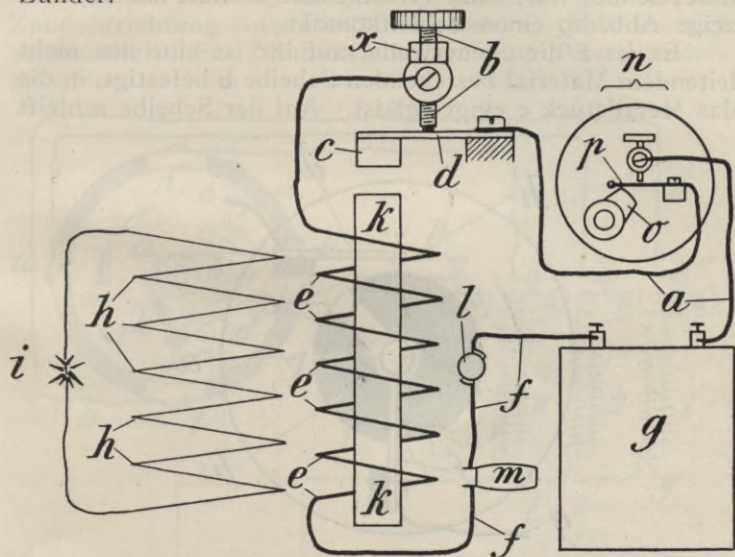
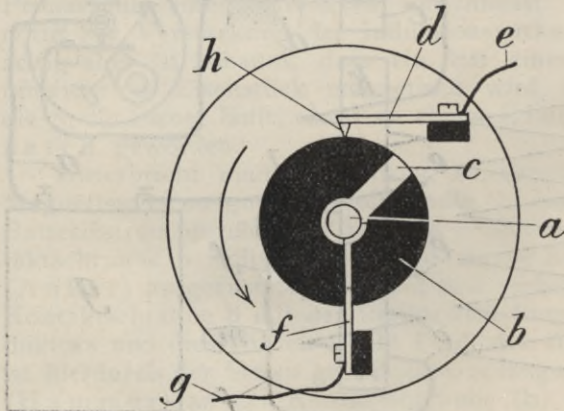
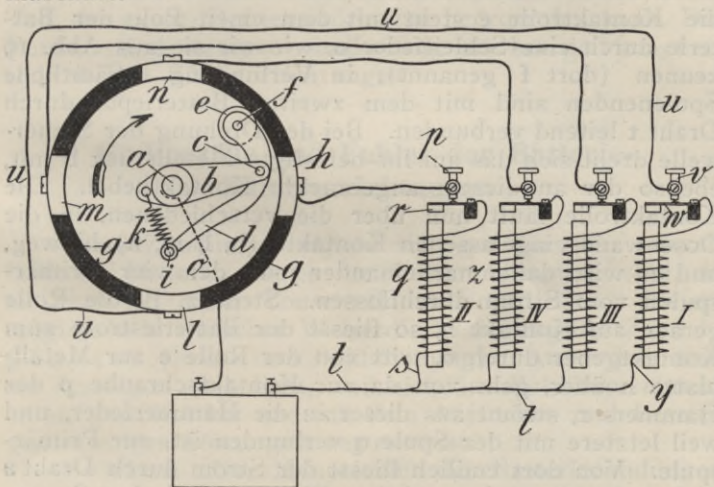
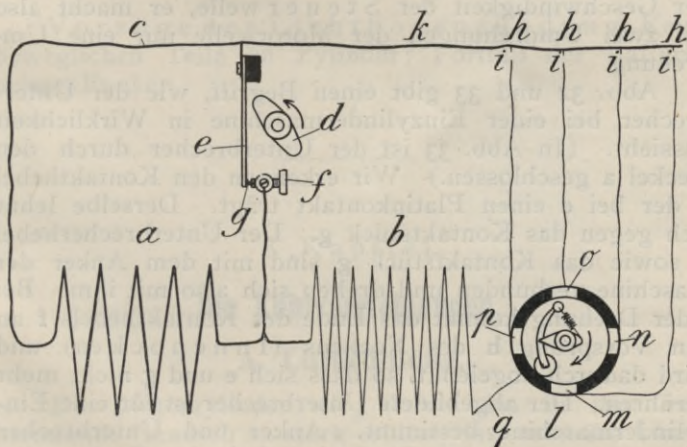

Fig. 18. Batterie-Zündvorrichtung mit Wagner'schem Hammer. (Schema.)
Fig. 19. Schleifkontakt.
Fig. 20. Batterie-Zündvorrichtung für Vierzylindermaschinen. (Schema.)
Fig. 31. Schema der Lichtbogenzündung für Vierzylindermotor.
Das Leitungsschema für eine Zündvorrichtung, deren Induktor mit einem Wagner'schen Hammer versehen ist, zeigt unsere Abb. 18. Auch ein Stöpsel (1) und ein Ausschalter (m) ist angebracht. Ebenso hat man in den Draht a einen Kontaktmechanismus (Kon-
Der Kontaktmechanismus, welcher in Abb. 18 mit **n** bezeichnet war, kann verschiedene Gestalt haben, z. B. zeigt Abb. 19 einen Schleifkontakt.
Das in Abb. 18 dargestellte Schema gilt für die Zündvorrichtung eines Einzylindermotors. Abb. 20 zeigt schematisch die Zündvorrichtung einer Vierzylindermaschine.
fortgelassen. Die Zündanlage ist, obgleich sie einige Drähte mehr, als die in Abb. 18 dargestellte einer Einzylindermaschine besitzt, sehr leicht verständlich. Wir sehen links oben den Kontaktmechanismus. Er besteht aus einem, auf der Steuerwelle **a** der Maschine sitzenden Metallkörper **b**, an dem um den Punkt **c** drehbar der Kontakthebel **d** befestigt ist. Der Kontakthebel trägt eine Rolle **e**, die sich um die Achse **f** drehen kann. Sie rollt in einer runden Dose **g** aus nicht leitendem Material. In die Dosenwand sind Metallstücke **h**, **l**, **m**, **n** eingelegt, die je mit einer Kontaktschraube der vier Wagnerschen Hämmer durch Leitungsdrähte in Verbindung stehen. Eine an dem Hebelende **i** ziehende Feder **k** presst die Rolle des Kontaktgebers stets fest gegen die innere Dosenwand. Die Steuerwelle und dadurch auch die Kontaktrolle **e** steht mit dem einen Pole der Batterie durch eine Schleiffeder **o**, wie wir sie aus Abb. 19 kennen (dort **f** genannt), in Verbindung. Sämtliche Spulenden sind mit dem zweiten Batteriepol durch Draht **t** leitend verbunden. Bei der Drehung der Steuerwelle dreht sich das auf ihr befestigte Metallstück **b** mit, ebenso der an diesem angebrachte Kontakthebel. Die Kontaktrolle läuft nun über die verschiedenen, in die Dosenwand eingelassenen Kontakte (**h**, **l**, **m**, **n**) hinweg, und es wird daher nacheinander jede der vier Primärspulen vom Strom durchflossen. Steht z. B. die Rolle gerade auf Kontakt **h**, so fließt der Batteriestrom zum Kontaktgeber durch **o**, tritt von der Rolle **e** zur Metallplatte **h** über, geht von da zur Kontaktschraube **p** des Hammers **r**, strömt aus dieser in die Hammerfeder, und weil letztere mit der Spule **q** verbunden ist, zur Primärspule. Von dort endlich fließt der Strom durch Draht **s** und **t** zur Batterie zurück. Ebenso wird der Stromschluss bei den anderen Spulen bewirkt. Steht z. B. die Kontaktrolle auf dem Metallstück **l**, so fließt der Batteriestrom durch **o**, Metallstück **b** und Hebel **d** zur Rolle **e**, von da durch **l** und Draht **u** zu der Kontaktschraube **v** des mit **w** bezeichneten Hammers, tritt aus der Schraube in die Hammerfeder **w** über, durchströmt
Wie wir in dem Kapitel „Mehrzylindrige Motoren“ sahen, zünden die Zylinder einer Vierzylindermaschine nicht in der Reihenfolge, wie sie nebeneinander stehen, sondern, wenn man sie der Reihe nach mit **I, II, III, IV** bezeichnet, wie folgt: **I, III, IV, II**. Die römischen Zahlen, welche in Abb. 20 den verschiedenen Induktionsapparaten beigeschrieben sind, geben an, mit welchem Zylinder die Sekundärspule des betr. Apparates zu verbinden ist.
Um bei Mehrzylindermaschinen den Sekundärstrom abwechselnd dem jeweilig zündenden Zylinder zuzuführen, dient ein besonderer Verteiler, der am Magnetapparat befestigt ist und mit halber Geschwindigkeit der Motorwelle läuft. Der Verteiler ist nach ähnlichem Prinzip ausgeführt, wie der in Abb. 20 gezeichnete Kontaktmechanismus und schaltet den Sekundärstrom auf die verschiedenen Zylinder.
Abb. 31 zeigt uns das Schema derselben Zündung für eine Vierzylindermaschine. Wir sehen wieder die beiden Spulen *a* und *b* und den Unterbrecher. Der Nocken *d* desselben hat zwei Erhöhungen und läuft mit der Geschwindigkeit der Motorwelle. Denn wie wir wissen, hat der Vierzylindermotor bei jedem Hube der Maschine
eine Zündung, bei einer Umdrehung der Motorwelle, also 2 Zündungen. Ausserdem ist noch ein sogenannter Verteiler **l** angebracht, der im Prinzip genau so konstruiert ist, wie die Kontaktvorrichtung in Abb. 20. Die vier in die Verteilerdose eingelegten Metallklötze **m**, **n**, **o**, **p** stehen mit den vier Zündkerzen in Verbindung, die in der Fig. 31 durch die Drahtenden **i** angedeutet sind.